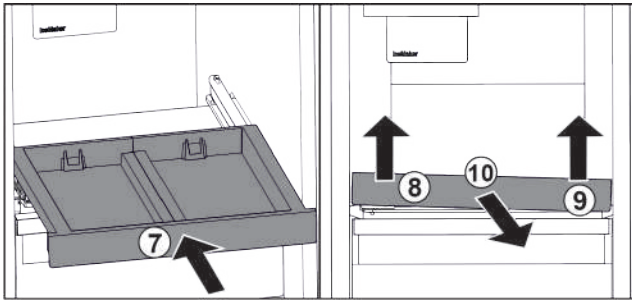

Fig. 20
- ▶ Вставити витяжну панель. Fig. 20 (7)
- ▶ Підняти витяжну панель спереду ліворуч. Fig. 20 (8)
- ▶ Підняти витяжну панель спереду праворуч. Fig. 20 (9)
- ▶ Витяжну панель витягнути вперед. Fig. 20 (10)